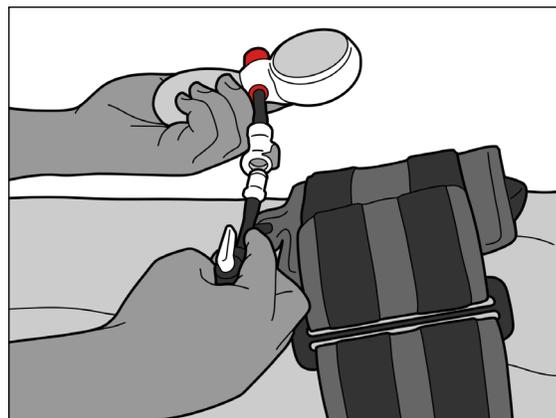

Рис. 7
5. Подсоедините «быстроразъемный фитинг» груши к «быстроразъемному фитингу» компрессионной камеры (рис. 7).